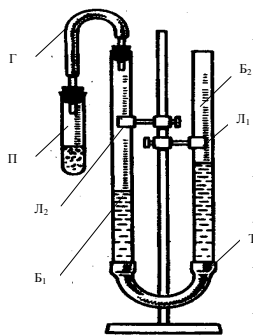

Рис.2.1. Лабораторная установка для определения эквивалентной массы металла
1. Ознакомление со строением лабораторной установки. Определение молярной массы эквивалентов цинка по объему вытесненного водорода осуществляется на лабораторной установке (рис.2.1).